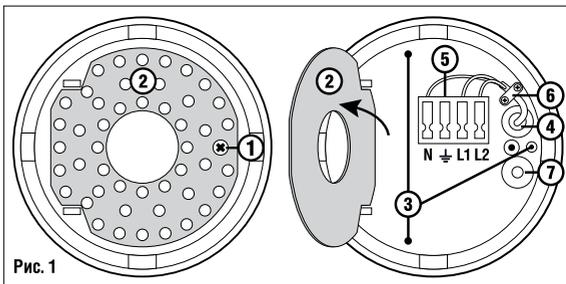

Рис. 1
- Выкрутите винт ① и откройте крышку со светодиодным модулем ②, как показано на Рис. 1.